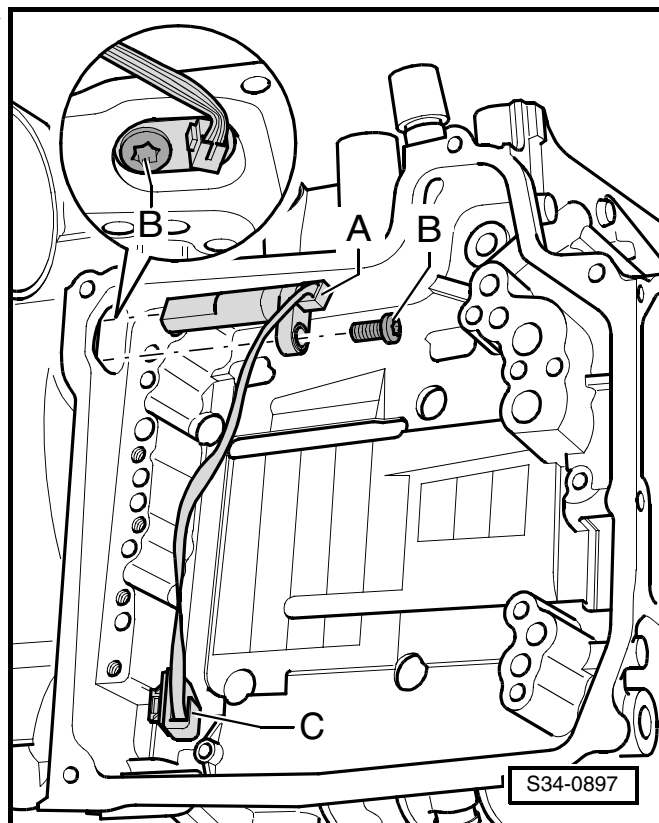

Рис. 3: Электромагнит для блокирования рычага преселектора -N110-
- ❑ место сборки ⇒ Рис. 3 в **34-1** страница 3